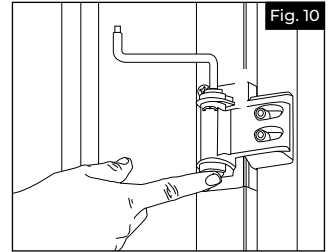

Fig. 10
- a. Enlever le couvercle des charnières. Placer la clé Allen dans la tête de la goupille de réglage de tension dans la charnière. La tête se trouve à l'extrémité la plus proche des symboles + et – sur le barillet des charnières (Fig. 10).
- b. Tout en maintenant la goupille de réglage de tension avec la clé Allen, enfoncer l'extrémité opposée de la goupille dans le barillet de la charnière (Fig. 10). La tête de la goupille sortira alors du barillet de la charnière.